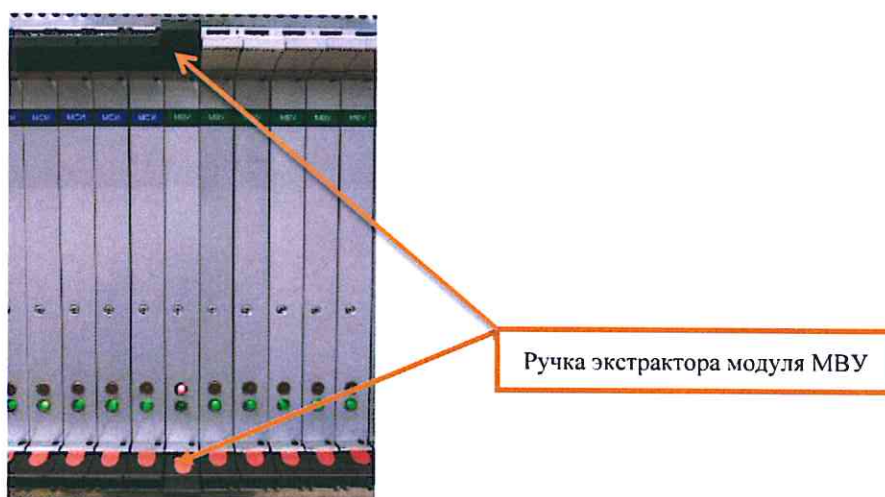

Рисунок 16. Извлечение модуля МВУ.
7.4.4 Нажать на ручки экстракторов (Рисунок 16).